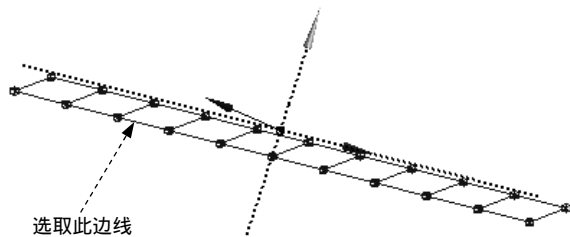

图 9.3.5 创建平面 4
步骤04 创建图 9.3.5 所示的平面 4。
(2) 在对话框的 **Type** 下拉列表中选择 **From Plane** 选项，在 **Base Face** 文本框中单击，选取 **XYPlane** 平面为参考，单击 **Apply** 按钮确认，在 **Transform 1 (RMB)** 下拉列表中选择 **Rotate about Edge** 选项，单击以激活 **Transform 1 Axis** 文本框，选取图 9.3.5 所示的边线为参考，单击